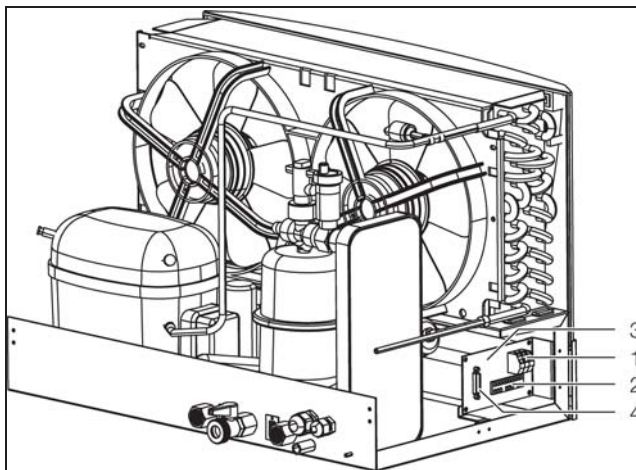
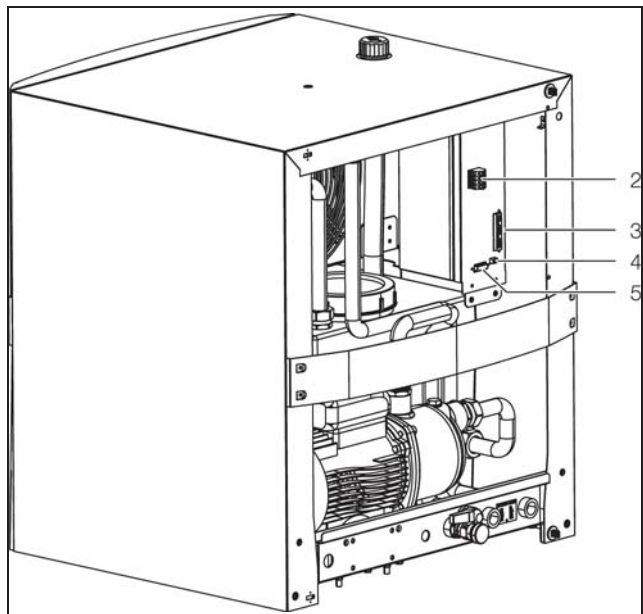
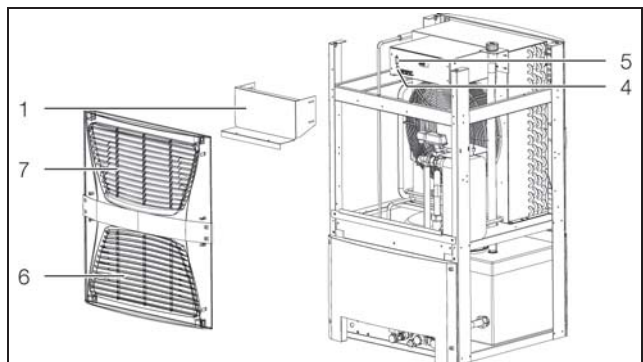

Fig. 41: Collegamento PLC (per i modelli 3318.600, 3318.610 e 3319.600, 3319.610)
Fig. 43: Collegamento PLC (3320.600 e 3334.600)
Fig. 44: Collegamento PLC (3334.660)
- Collegare il cavo al connettore Sub-D a 15 poli (fig. 41, pos. 4).
- Collegare il cavo al connettore Sub-D a 15 poli (fig. 43, pos. 5).
- Rimuovere la griglia di aerazione sul lato posteriore del chiller (fig. 44, pos. 6 e 7).
- Collegare il cavo al connettore Sub-D a 15 poli (fig. 44, pos. 5).
- Collegare il cavo di allacciamento presente sul quadro elettrico al contatto B5 (fig. 41, pos. 3, fig. 43, pos. 4 o fig. 44, pos. 4).